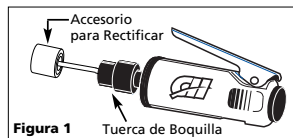

Figura 1
1. Introduzca el extremo del accesorio para rectificar dentro del orificio de la boquilla (Vea la Figura 1).